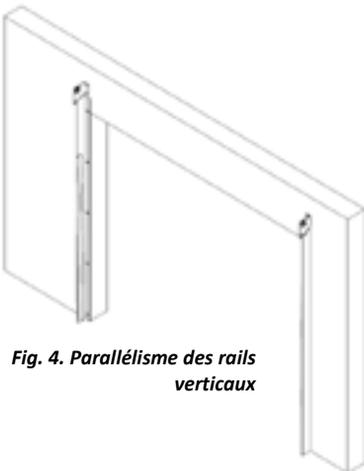

Fig. 4. Parallélisme des rails verticaux
3.- C'est important de vérifier que les montants sont de niveau (avec le niveau à bulle) avant de faire la fixation définitivement. Il faut aussi vérifier que tous les deux montants sont mis en parallèle (ce pas sera vérifié avec la barre d'écartement fourni avec les rails). (Fig. 4)